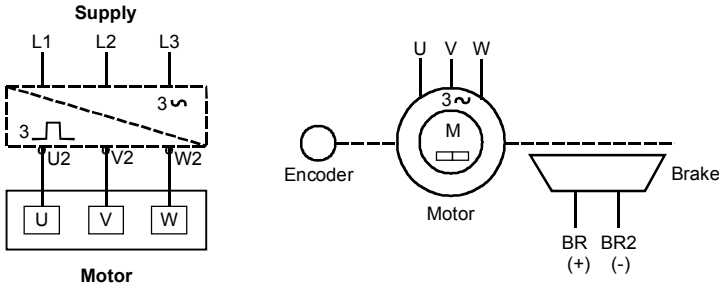
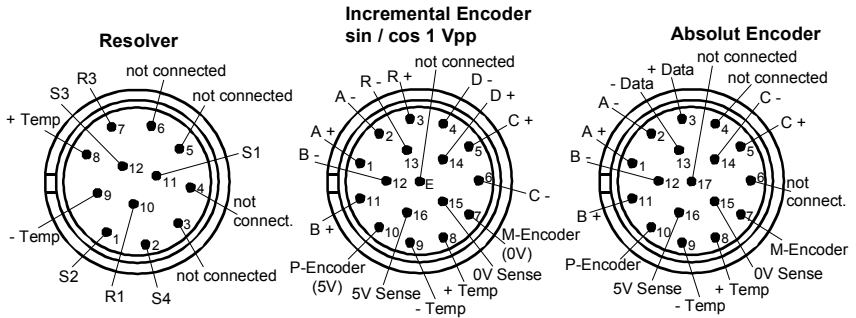

Fig. 6 Schéma de raccordement
Fig. 9 Raccord de signal (vue des fiches de contact)
- Respecter les données indiquées sur la plaque signalétique (Chap. 3.1) et sur les schémas de connexion (Fig. 6 à Fig. 9).
- Attribuer les connecteurs comme indiqué à la Fig. 9.